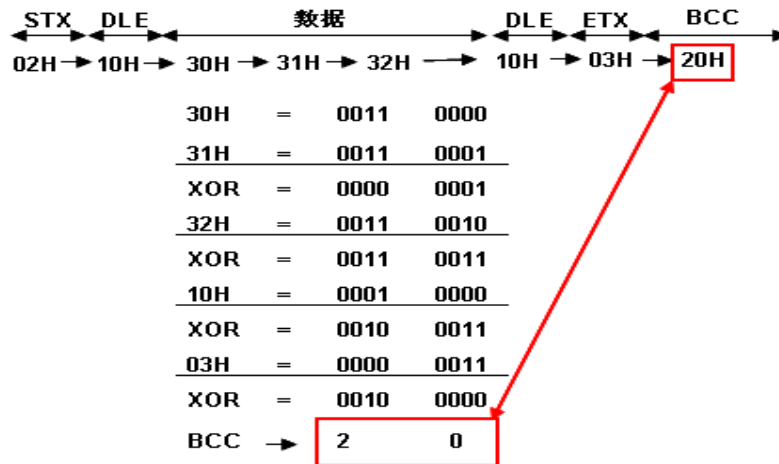

图 2-4 块校验和
3964(R) 传送协议的报文帧附加有块校验字符 (BCC)，用来增强数据传送的完整性。BCC 校验是对发送的数据进行异或校验求和，其计算从建立连接后用户数据的第一个字节（消息帧第一个字节）开始，在释放连接时 DLE、ETX 代码之后结束，计算结果放在报文的结尾一同发送，如图 2-4。